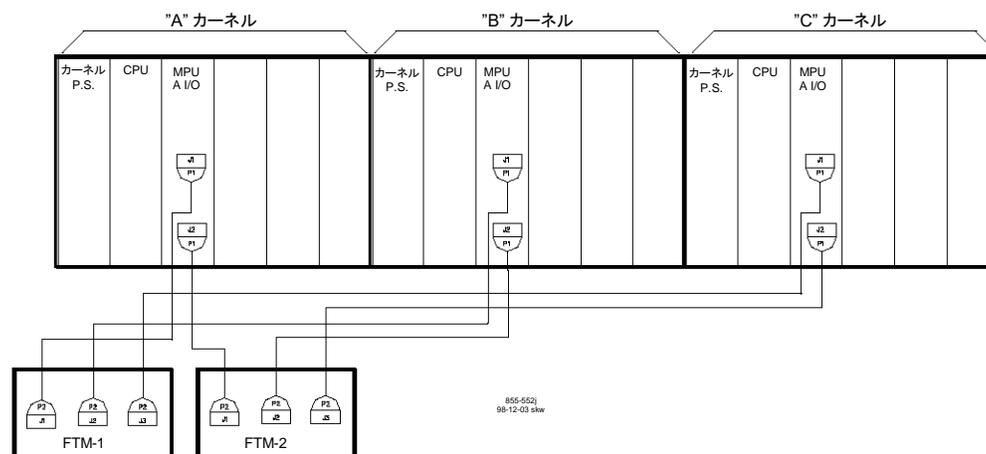

図 8-2. フォルトトレラントシステムの構成例
2、アクチュエータチャンネル1、アナログ出力チャンネル1および2、アナログ入力チャンネル1～4)が含まれ、下部のサブDコネクタにはI/Oチャンネルの後半が含まれます。図8-2.の例を参照してください。